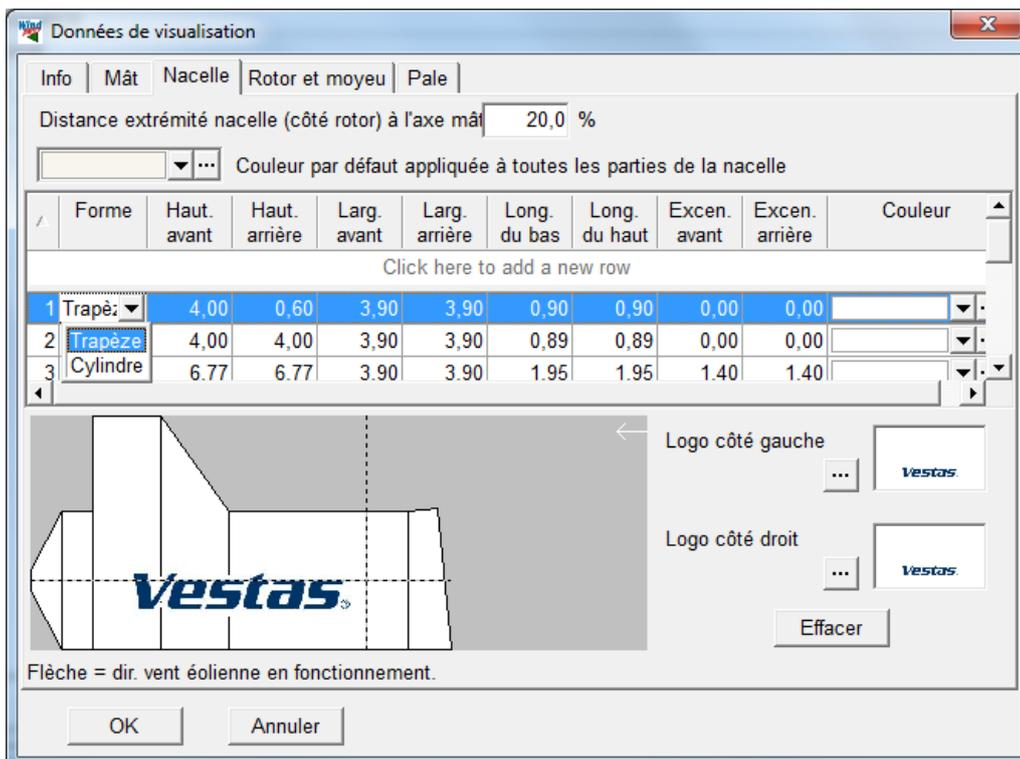

Figure 67
Onglet *Nacelle*, voir Figure 67:
- La *Hauteur avant* et la *Hauteur arrière* dans la vue latérale de la Figure 67 ; *avant* désigne la partie la plus en amont dans l'écoulement du vent.
- La *Longueur du bas* et la *Longueur du haut* dans la vue latérale de la Figure 67.